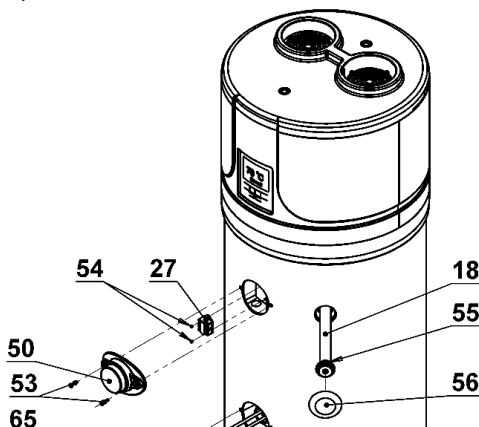

Fig. 14
24.1. Restablecimiento del termostato de seguridad 27 (Fig.14)
- Retire la tapa superior desatornillando los tornillos de retención s (Fig. 14);
- Presione el botón del termostato de seguridad manualmente hasta que se produzca el sonido correspondiente (Fig. 14).
24.4. Ánodos de magnesio 18. (Fig. 14)